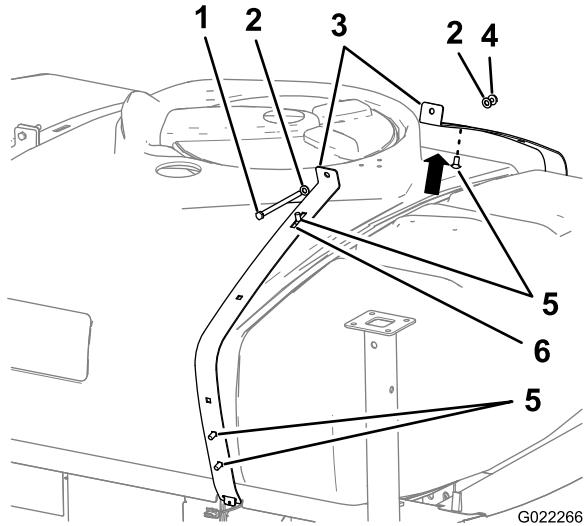

図 2
- タンク上部でタンク前部固定ベルトをまとめて固定しているボルト、ナット、ワッシャを外す(図2)。
- タンク前部固定ベルトの内側のスロットにキャリッジボルト(4本)を取り付ける(図2)。
- 先ほど外した、タンク固定ベルト用の締結具を使って、タンク固定ベルトをタンクに固定する(図2)。